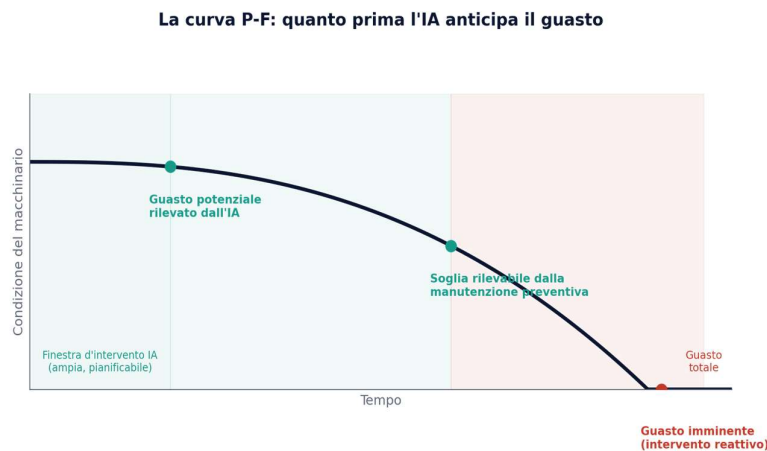

Figura 4 — La curva P-F: quanto prima l'IA anticipa il guasto
- Figura 4 — La curva P-F: quanto prima l'IA anticipa il guasto